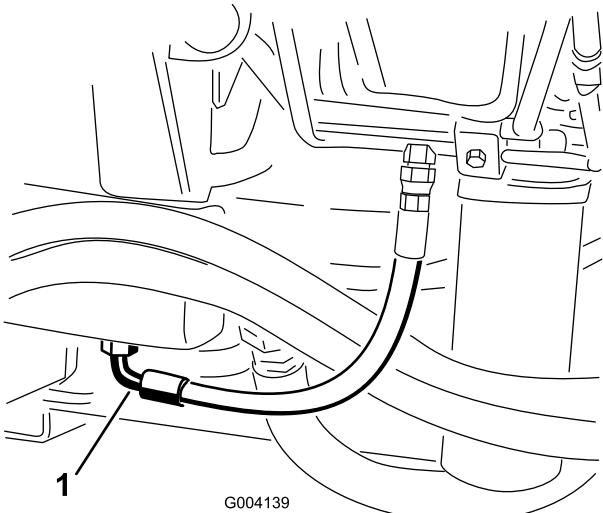

図 89
2. タンク図 89 の下についているフィッティングの下に、オイルを受ける大型の容器を置く。